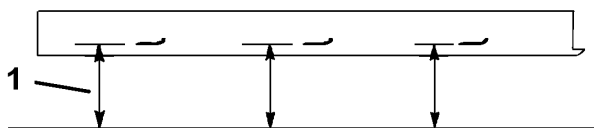

Figure 59
- Mesurez la distance entre une surface plane et le tranchant (position A) des lames (Figure 59) et notez cette valeur.